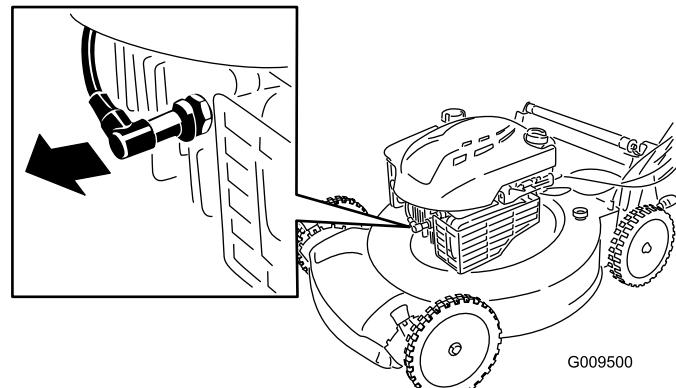

Рисунок 18
- Отсоедините провод от свечи зажигания (Рисунок 18), прежде чем выполнять любые процедуры технического обслуживания.